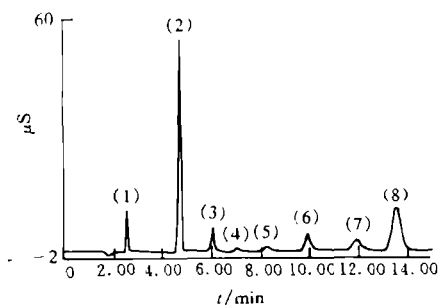

图 1 普通阴离子的分离测定
(1) A 部分: 普通阴离子 (图 1) F^- , Cl^- , NO_2^- , Br^- , NO_3^- , PO_4^{3-} , SO_4^{2-} .